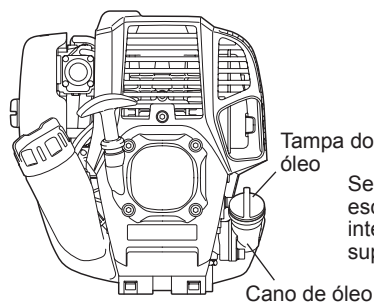
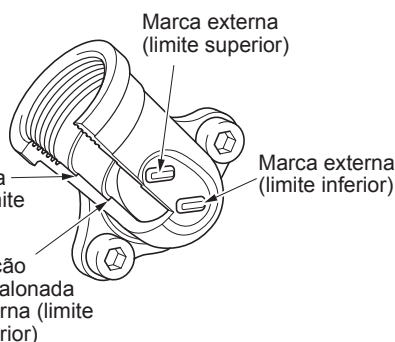

Fig. 1
Fig. 2 Cano de óleo
- Ajuste o nível do motor, remova a tampa do óleo (Fig. 1) e verifique se há ou não óleo na faixa entre as marcações do limite superior e do limite inferior do cano de óleo (Fig. 2).